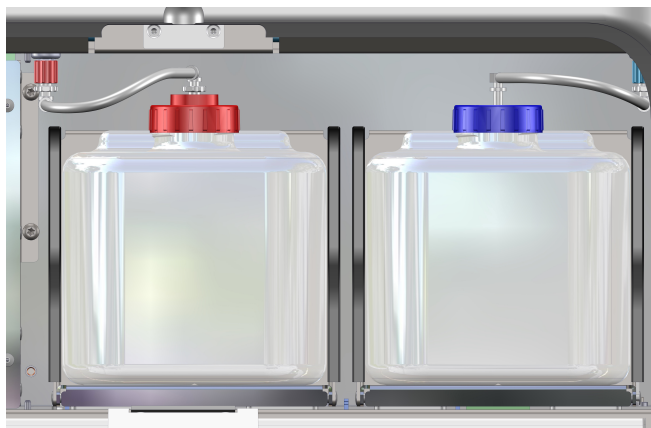

Figure 61
2. Le récipient iWASH PRO se trouve dans le bac à bouteilles de droite (figure 61).